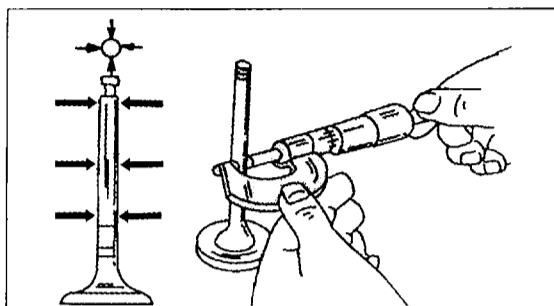

Bild 75
- Die Ventilschäfte, und in diesem Zusammenhang die Innendurchmesser der Ventilführungen, kontrollieren, wozu jedoch ein Innen- und ein Außenmikrometer erforderlich sind. Dazu die Ventilschäfte in der in Bild 74 gezeigten Weise an verschiedenen Stellen ausmessen und die Werte aufschreiben. Den Innendurchmesser der dazugehörigen Ventilführung jetzt wie in Bild 75 gezeigt ausmessen. Falls Verschleiß stattgefunden hat, d. h. der Unterschied beträgt mehr als 0,10 mm, müssen die Ventilführungen erneuert werden (siehe unter „Ventilführungen“).